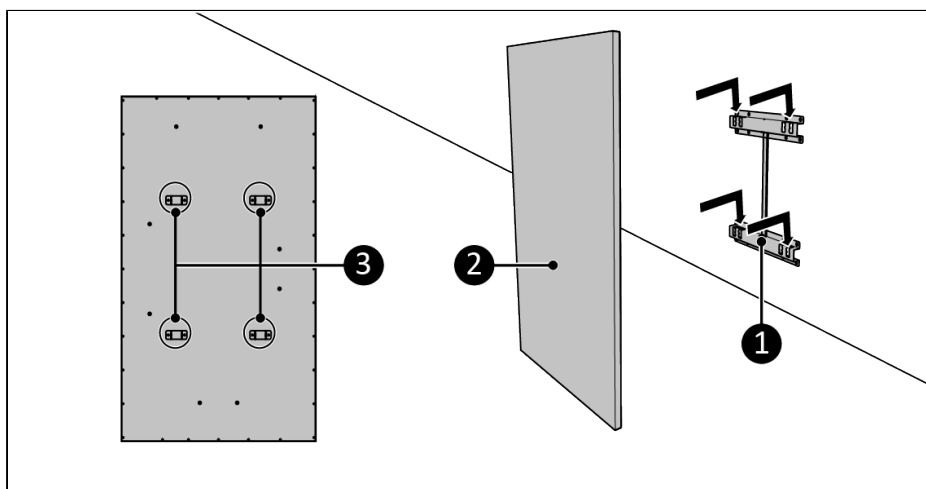

Figure 83.
5. Placez les supports de l'appareil (Figure 83, pos. 3) sur le support mural (Figure 83, pos. 1).
6. Glissez l'appareil (Figure 83, pos. 2) dans les ouvertures du support mural (Figure 83, pos. 1).